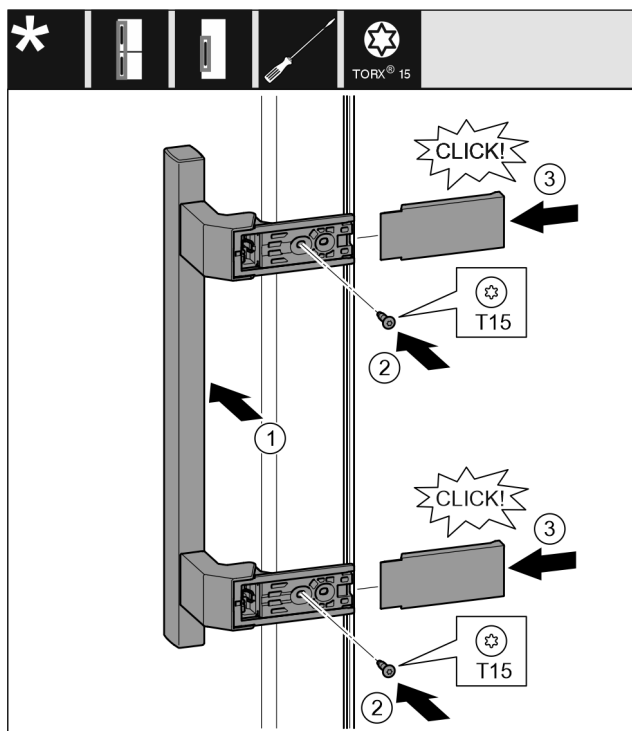

Fig. 15
- Breng het handvat aan de andere kant aan. Fig. 15 (1)
- Schroeven met schroevendraaier T15 vastschroeven. Fig. 15 (2)
- Plaats de afdekkingen op de zijkanten en schuif ze erop. Fig. 15 (3)